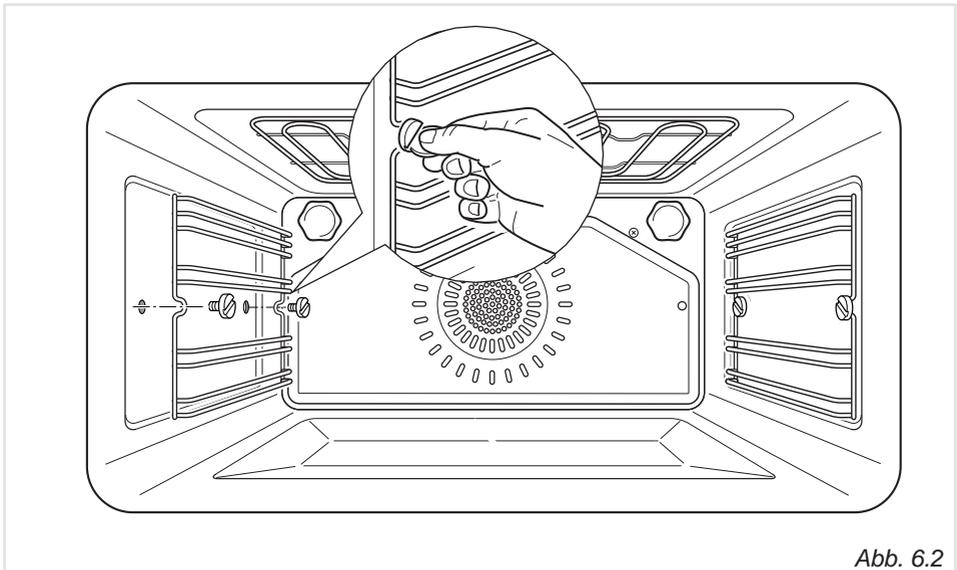

Abb. 6.2
- Hängen Sie die Seitenhalterungen in die Löcher der seitlichen Innenwände des Backofens ein (abb. 6.2).